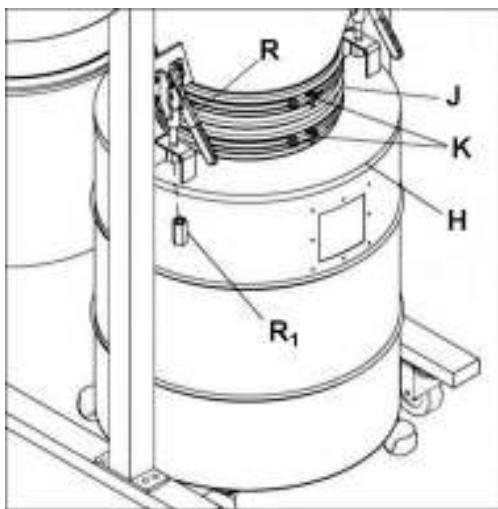

Рис. 12
17. Наденьте шланг (J) на конус воронки и крышку контейнера и зафиксируйте его с помощью 2 хомутов (K), сверху и снизу. См. Рис. 12.
20. Потяните оба рычага быстрого действия (R, Рис. 12) затем присоедините крышку контейнера (H, Рис. 12) к рычагам. Затяните удлиненную гайку (R₁, Рис. 12) на каждом рычаге.